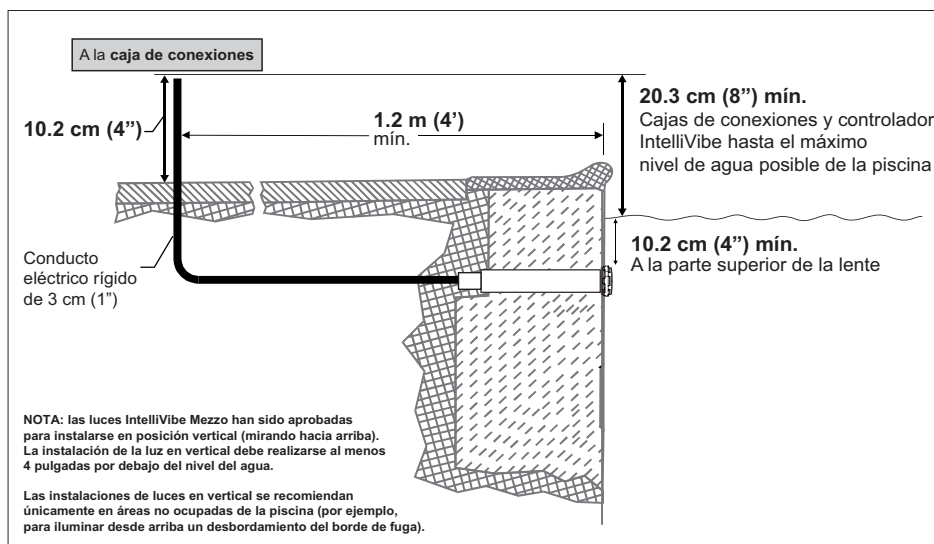

Figura 1
Consulte la figura 1.
- La caja de conexiones, el PS300 y el controlador IntelliVibe están ubicados al menos a 10.2 cm (4 pulgadas) sobre el nivel del suelo o 20.3 cm (8 pulgadas) sobre el nivel máximo del agua, lo que sea más alto. La caja de conexiones, el PS300 y el controlador IntelliVibe deben estar al menos a 1.2 m (4 pies) del borde de la piscina. Consulte la figura 1.
Consulte la *Figura 1* en la página 2 para la instalación de cajas de conexiones en EE. UU.